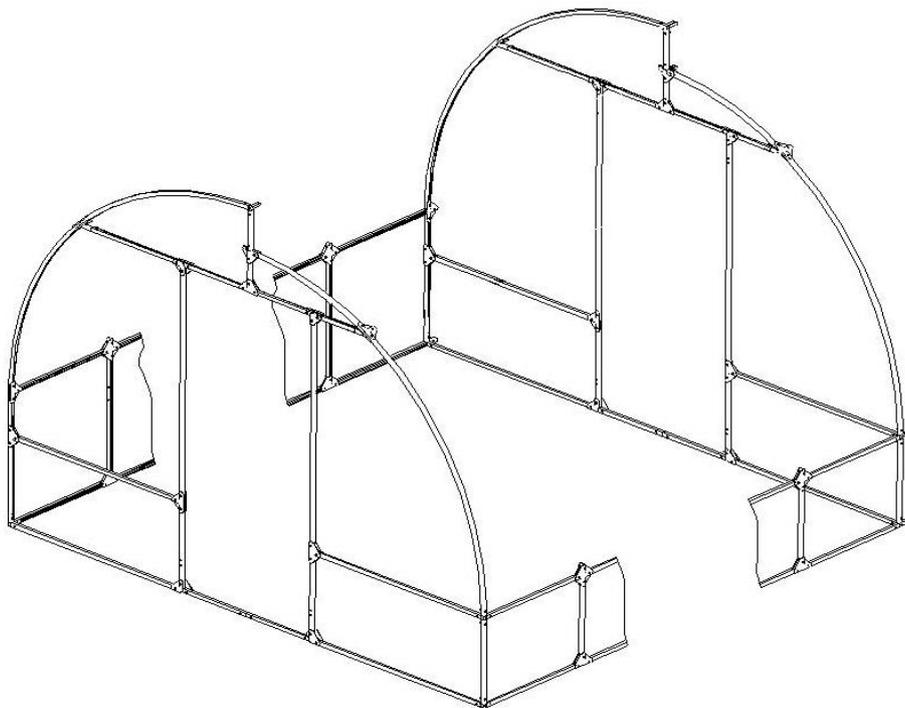

Рис. 3
6.3 Соедините боковые элементы с готовыми торцами (рис. 3).